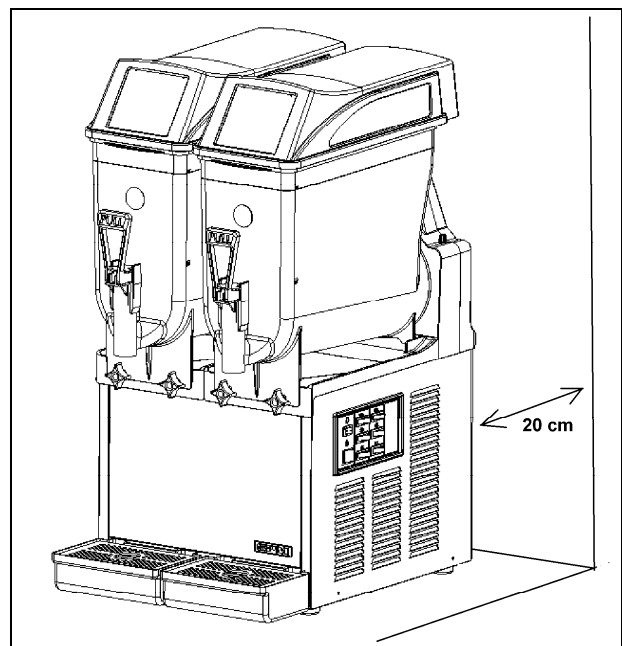

Fig. 2
b) Appoggiare l'apparecchio su una superficie orizzontale e solida facendo in modo che la carrozzeria dell'apparecchio sia ben areata (**almeno 8 in di spazio libero tutto intorno**, fig.2), installare l'apparecchio in un ambiente asciutto ed evitare di installarlo vicino a fonti di calore. **La temperatura ambiente di utilizzo macchina deve essere compresa tra i 75 ed i 100°F.**